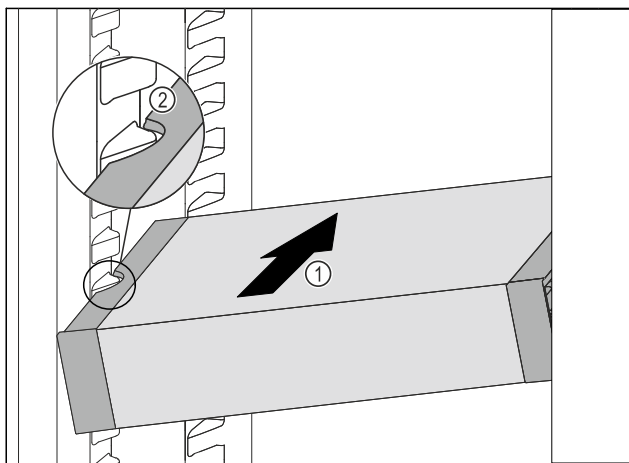

Fig. 119
- ▶ VarioSafe gurajte koso u hladnjak Fig. 119 (1) sve dok se bočni otvori Fig. 119 (2) ladice VarioSafe ne nađu na visini žlijeba spremnika u hladnjaku.